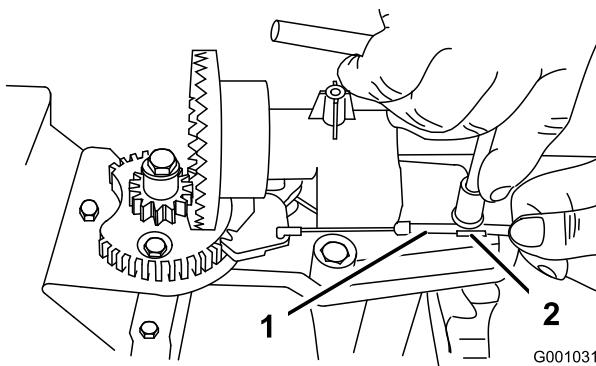
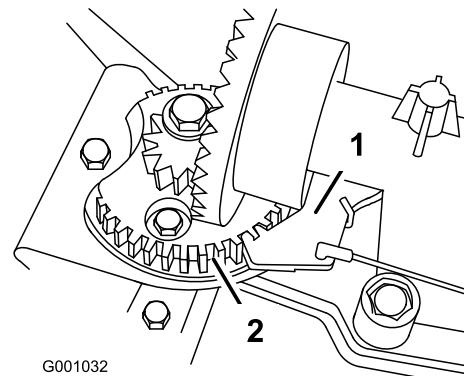

Bild 52
Bild 53
- Lösen Sie die Schraube an der Kabelklemme (Bild 52).
ganz in die Zahnräder des Getriebes greift (Bild 52 und Bild 53).
Hinweis: Der Riegel ist gefedert und ist so konstruiert, dass er in die Zahnräder des Getriebes greift (Bild 53).